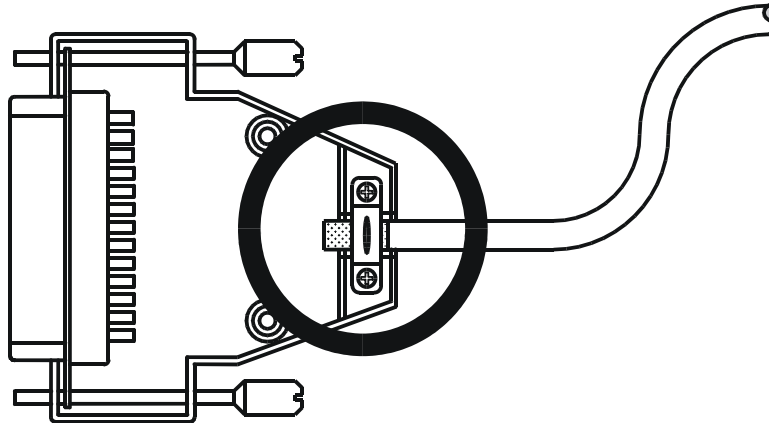

Abb. 1: EMV-konformer Schirmanschluss bei Sub-D-Steckern
- Verwenden Sie nur metallisierte Stecker, zum Beispiel Sub-D mit metallisiertem Gehäuse. Auch hier ist auf direkte Verbindung der Zugentlastung mit dem Gehäuse zu achten (siehe Abb. 1).